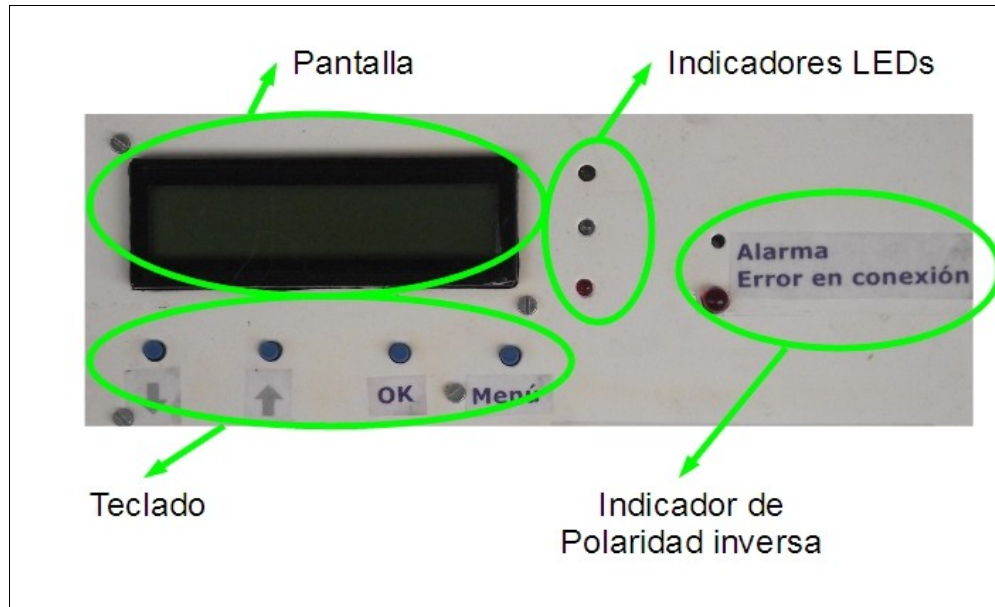

Figura 2: Panel Frontal.
**Atención:** Si al realizar la conexión de la batería se enciende el LED “Alarma” y la alarma acústica (refiérase a la Figura 2), se deberá comprobar la polaridad de la conexión en la batería, ya que la alarma es indicativa de inversión en la polaridad. Si se continúa con el conexionado del resto de los elementos (paneles y consumo) sin atender esta señal de alarma y sin reconectar adecuadamente, se corre el riesgo de ocasionar daños irreversibles al equipo y a los componentes del sistema fotovoltaico.
En la Figura 2 se muestra un detalle del panel frontal del equipo. En la pantalla podrá visualizar el menú de configuración y la información suministrada por el equipo. Con las teclas “↑” o “↓” podrá desplazarse dentro del menú de configuración y en la pantallas cíclicas que muestran la información. La tecla “OK”